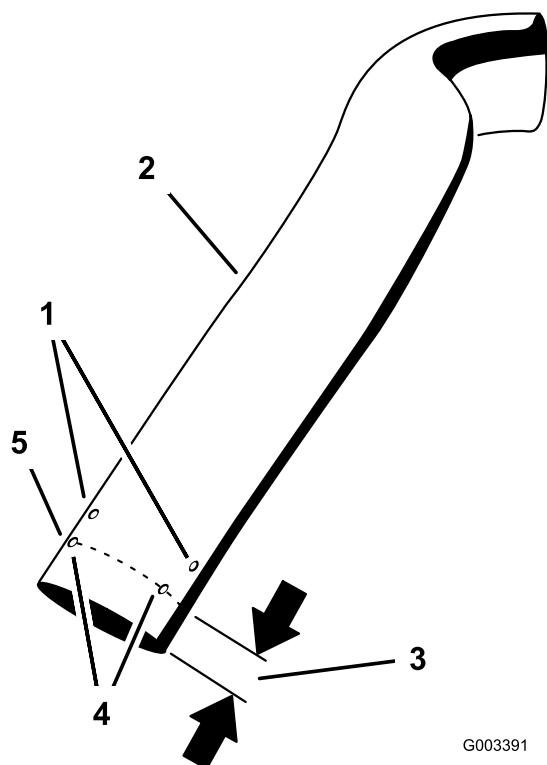

Figure 19
1. Mesurez 89 mm (3-1/2 po) à partir du bas du tube supérieur. En vous aidant des 3 trous existants comme repères, marquez la circonférence du tube en plusieurs points de sorte à tracer une ligne (Figure 19).
2. Coupez 89 mm (3-1/2 po) du tube supérieur (Figure 19).